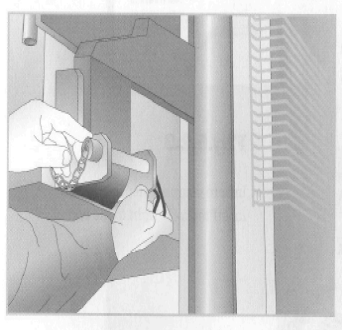

Fig. 5.2.5 Insertar el pasador
- Insertar el pasador (fig. 5.2.5)